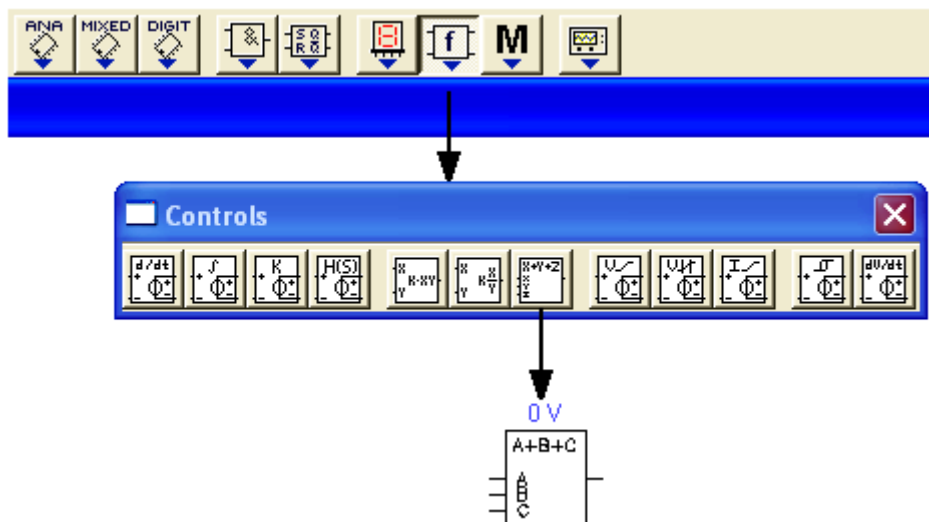

Рис.3.9. Установка на рабочем поле трехвходового сумматора
- для построения схем с обратной связью необходимо из набора **Аналоговые вычислительные устройства (Controls)** (рис.3.9) добавить трехвходовый сумматор (*Tree-Way Voltage*).